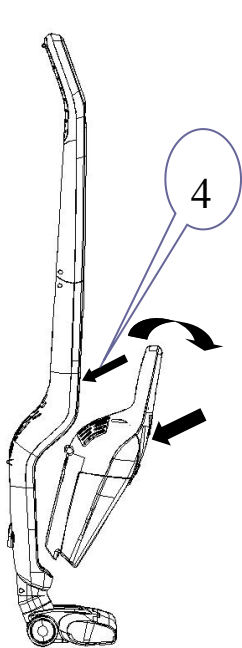
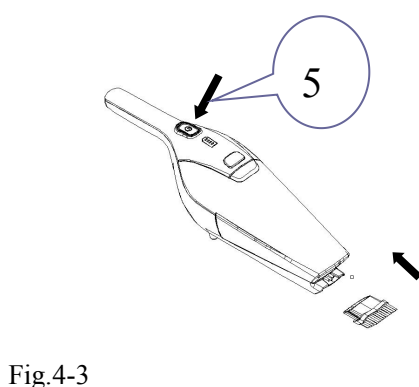
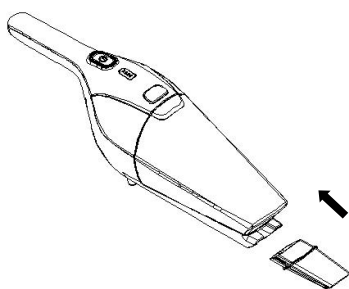

Fig. 4-2
Fig.4-3
Fig. 4-4
Appuyez sur le bouton de déverrouillage de la sous-unité (4) (voir Fig. 4.2), saisissez la poignée de la sous-unité pour le retirer en suivant la flèche indiquée, puis appuyez sur l'interrupteur de la sous-unité (5) (voir Fig. 4-3), la sous-unité entre en état de fonctionnement et vous pouvez appuyer sur l'interrupteur (5) pour le faire cesser de fonctionner.
Si vous avez besoin d'utiliser la petite brosse, veuillez l'insérer dans la buse d'aspiration de la sous-unité en suivant les indications de la (Fig. 4-3), puis activez-la à nouveau; Si vous avez besoin d'utiliser le bec d'aspiration plat, insérez-le dans la buse d'aspiration de la sous-unité en suivant les indications de la (Fig. 4-4), puis activez-le à nouveau.